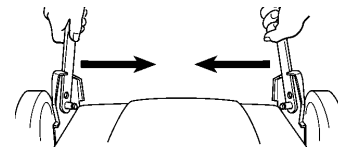

Figure 27
1. Pousser vers l'intérieur la branche droite du mancheron inférieur pour faire glisser le mancheron au-delà des butées des supports (Fig. 27).